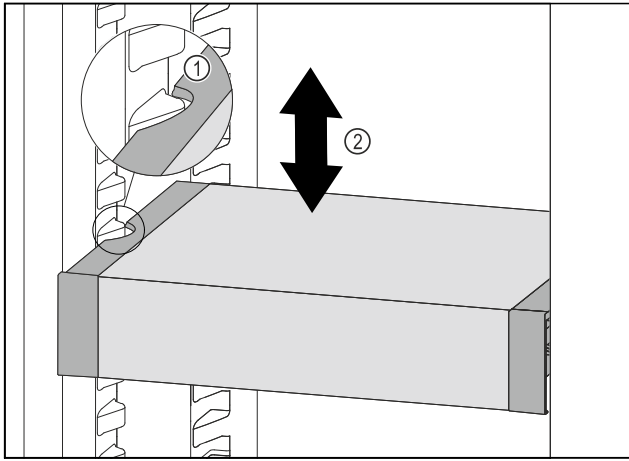

Fig. 100
- ▶ Тяните VarioSafe вперед, пока боковые выемки VarioSafe не окажутся на высоте выступа резервуара в холодильном отделении. Fig. 100 (1)
- ▶ Двигайте VarioSafe в холодильном отделении вверх или вниз, пока не будет достигнута требуемая высота. Fig. 100 (2)